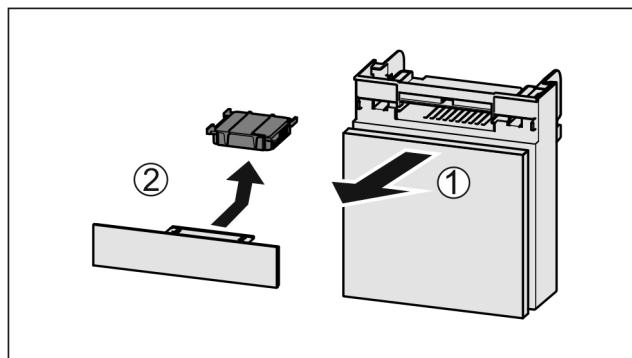

Fig. 126
- ▶ Predal izvlecite Fig. 126 (1) naprej.
- ▶ Odstranite Fig. 126 (2) aktivni ogljeni filter.